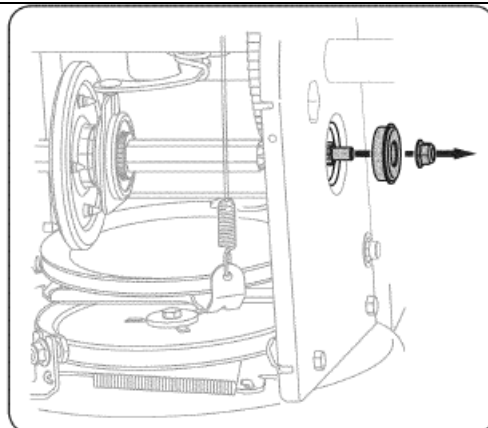

Рис. 32
6. Аккуратно отверните шестигранную гайку и извлеките шайбу, фиксирующие к раме снегоуборщика шестигранный вал. Придерживая вал рукой, извлеките шариковый подшипник с правой стороны рамы снегоуборщика. См. Рис. 32.